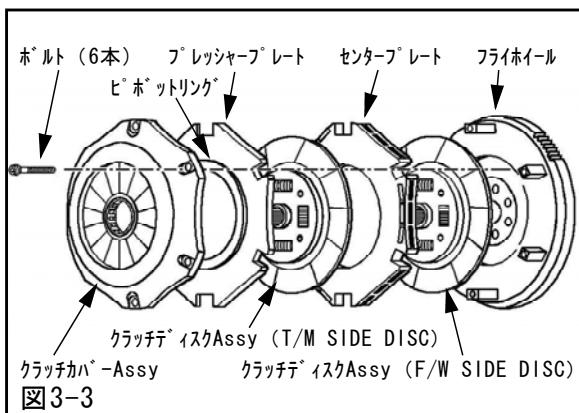

図3-3
(4) フライホイールフェイス面およびセンタープレート、プレッシャープレートの摩擦面を脱脂してください。
(5) 図3-3に示す様にそれぞれの順番とバランス取りペイントを同一箇所に合わせて、クラッチカバーボルトを使用して、取付けてください。クラッチディスクAssy A s s yは、スプライン部ボス凸部がミッション側に向くように取付けてください。(図3-3)